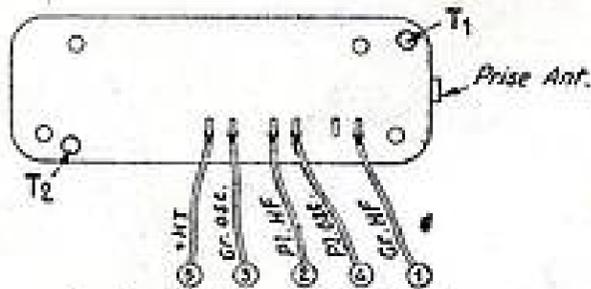

FIG. 3. — Liaisons au bloc d'accord
Modifications pour la transformation en 12 V : Les modifications concernent l'utilisation d'un transformateur d'alimentation dont le primaire est prévu pour la tension de $2 \times 12 \text{ V}$ au lieu de $2 \times 6 \text{ V}$; l'utilisation d'un vibreur 12 V et un nouveau branchement des filaments, représenté par la figure 3. Les lampes 6AV6 et 6BA6 (HF) sont montées en série et alimentées à partir du + 12 V. Il en est de même pour les lampes 6BA6 (HF) et ECH81.